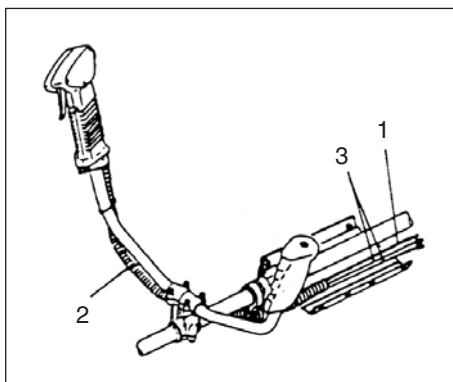

Fig. 1-3
Tag loss överfallet (1). (Fig. 1-3) Montera handtagsbågarna och dra åt de fyra skruvarna löst för att kunna justera styret till ett bekvämt arbetsläge. Drag till sist åt skruvarna.
Stick stopplinan (3) och startlinan (1) igenom skyddsslangen (2). Knäpp sedan upp manschetten och knäpp den runt stopp- och startlinorna (1) (se bild 1-3).